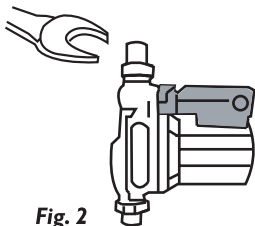

Fig. 2
- Es necesario que la bomba sea ajustada a la cañería mediante una llave fija adecuada ejerciendo presión, para evitar que se afloje (Fig. 2)